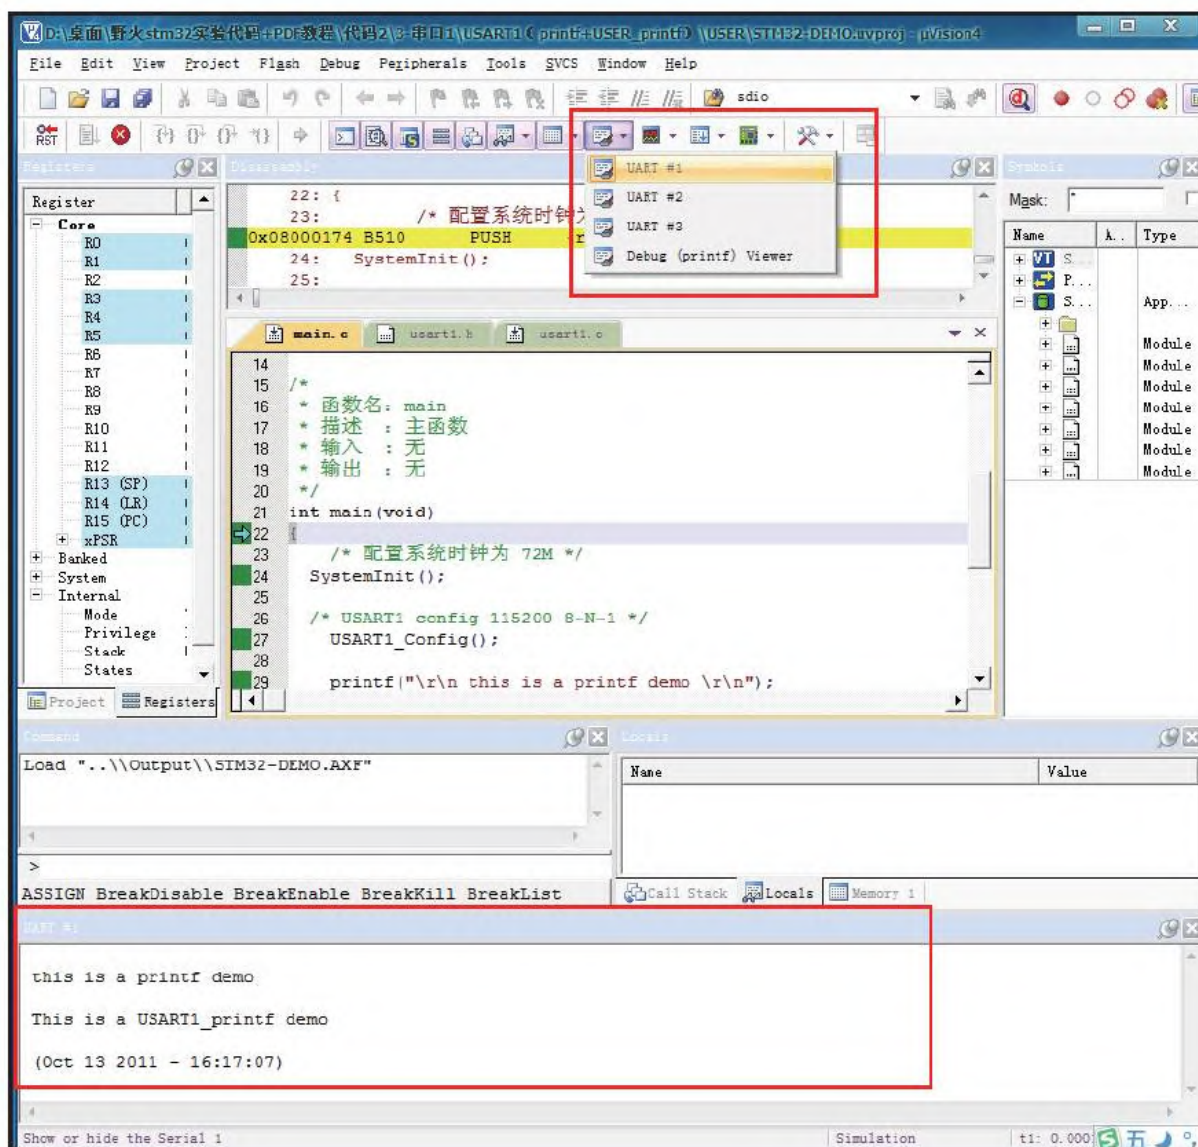

图 5-6 仿真串口
7) 点击USART#1窗口，可弹出串口调试终端，可模拟串口软件终端（截图为串口调试例程），见图5-6。